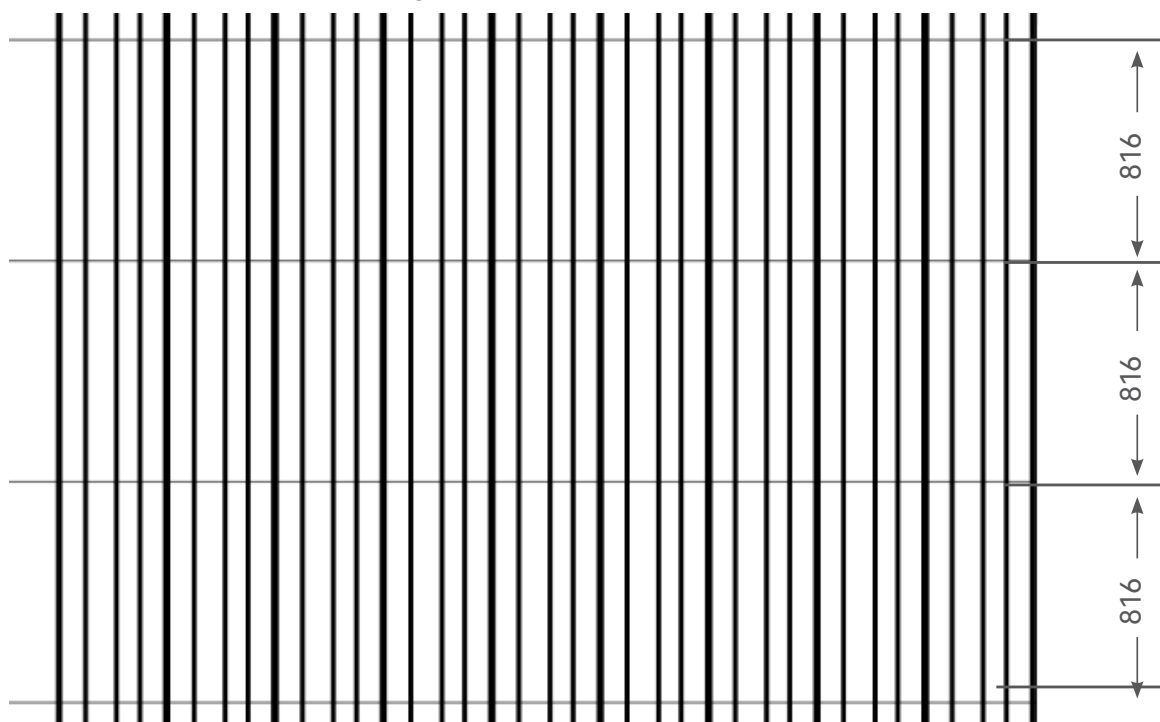

FIGURE 24
① Déterminer d'abord la position d'installation des crochets, puis réaliser la ligne d'accrochage comme axe d'installation, la ligne centrale de chaque rangée de crochets doit être distante de $816 \pm 2\text{mm}$, noter que la ligne d'accrochage est à un angle de 90 degrés par rapport à la nervure de la tuile en acier de couleur (Figure 24).